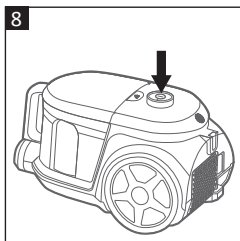

Fig. 8
- Apăsați Întrerupătorul (13) pentru a porni aspiratorul (Fig. 8).
1. Apăsați Întrerupătorul (13) pentru a opri aspiratorul (Fig. 8).